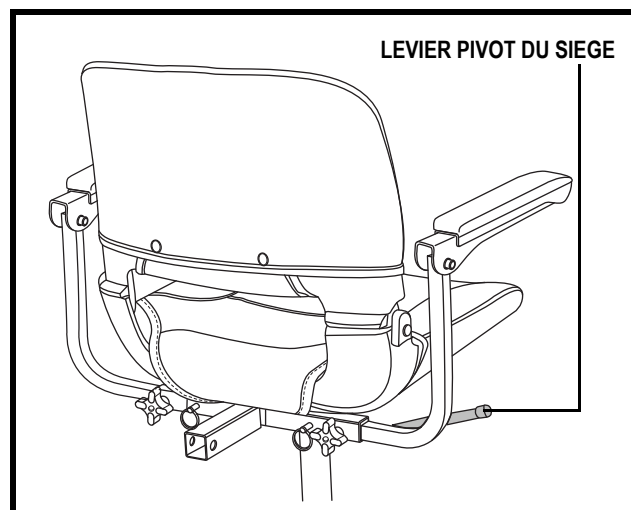

Figure 20. Réglage position du siège
1. Pesez sur le levier pour débloquer le siège. **Voir la figure 20.**